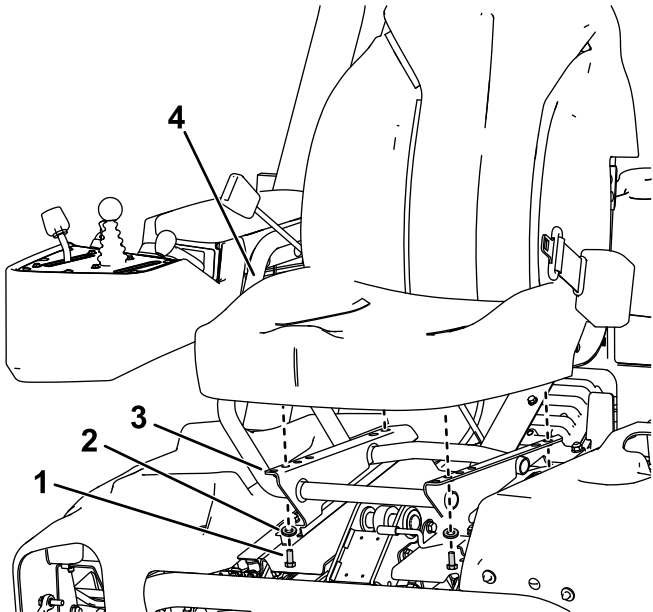

图 4
- 使用之前拆下的 4 个螺栓和垫圈将座椅固定到座椅底座上**图 4**。